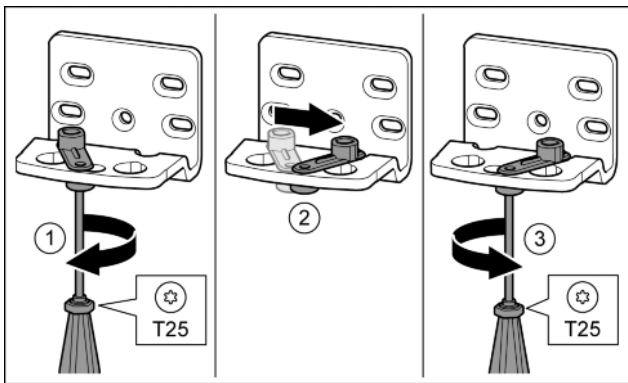

Fig. 16*
- ▶ Visser la vis sans serrer avec un tournevis T25.* Fig. 16 (1)
- ▶ Soulever le ressort de fermeture et le tourner de 90° à droite dans l'alésage.* Fig. 16 (2)
- ▶ Serrer la vis avec un tournevis T25.* Fig. 16 (3)